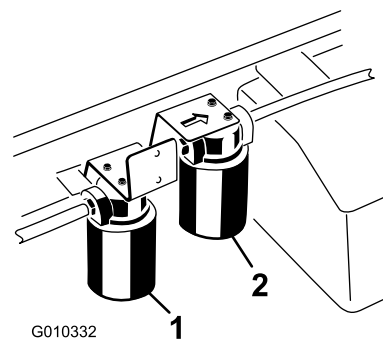

Figure 69
5. Placez un bac de vidange sous le filtre et enlevez le filtre (Figure 69).
4. Nettoyez la zone autour de la surface de montage du filtre du système grand débit (Figure 69).